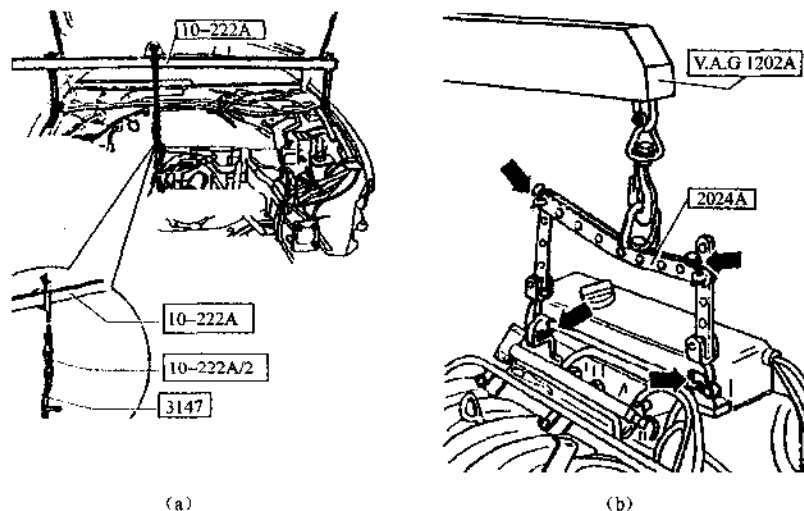

图 1.13 吊装发动机
⑮ 拆下起动机、前排气管。将发动机和变速器顶起，拆下发动机和变速器下部的连接螺栓，将发动机与变速器分开。拆下发动机上部左、右两边支承的固定螺母。如图 1.13 所示，用小吊车将发动机缓缓吊出，在吊的过程中，应轻轻摆放发动机，并注意不要碰伤其他机件。
⑯ 将拆下的发动机固定在 VW540 支架上进行检修。